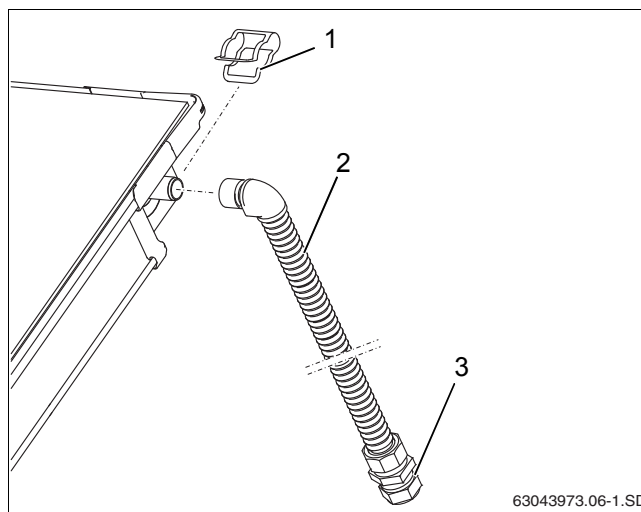

Рис. 34 Монтаж подающей линии (без воздушного клапана на крыше)
- ▶ Наденьте соединительную трубу (1000 мм, Рис. 34, [2]) на штуцер подающей линии коллектора и зафиксируйте зажимом (рис. 34, [1]).
- ▶ Подключите сборную линию к резьбовому соединению с зажимным кольцом (рис. 34, [3]).